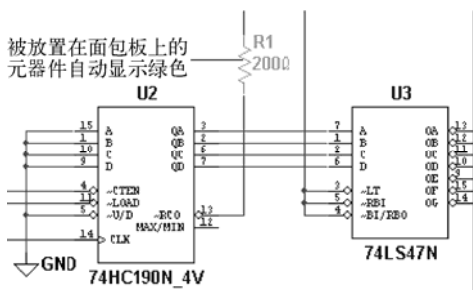

图 10-8 元器件在面包板上显示绿色
6) 再回到电路原理图中，已放到面包板上的元器件在电路原理图中显示了绿色，如图 10-8 所示，图中 R1 变成绿色。